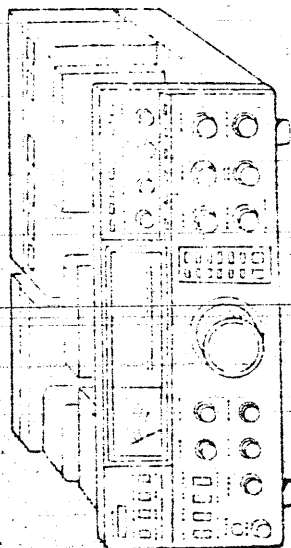

Fig. 8-2 Come disporlo per manutenzione
2. COME DISPORLO PER LA MANUTENZIONE: collocate il transceiver sul fianco sinistro, con lo stadio finale verso l'alto, per facilitare la ventilazione, come si vede in Fig.8-2.